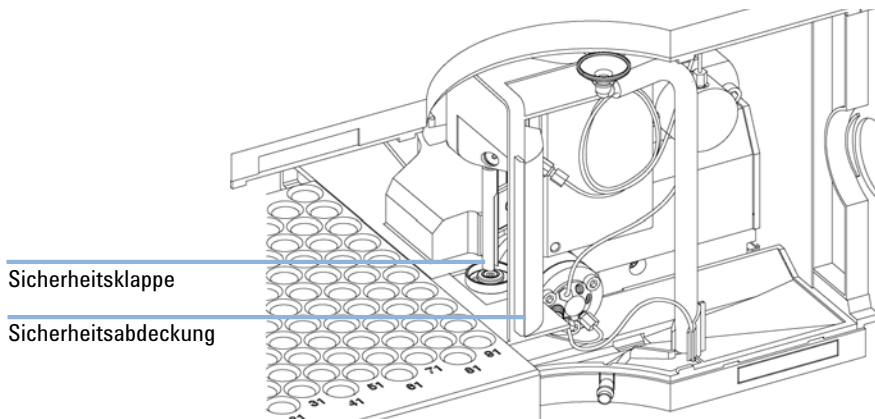

Abbildung 6 Schutzklappe
- Lösen Sie keinesfalls die Sicherheitsklappe und entfernen Sie die Sicherheitsabdeckung nicht (siehe Abbildung 6 auf Seite 25).